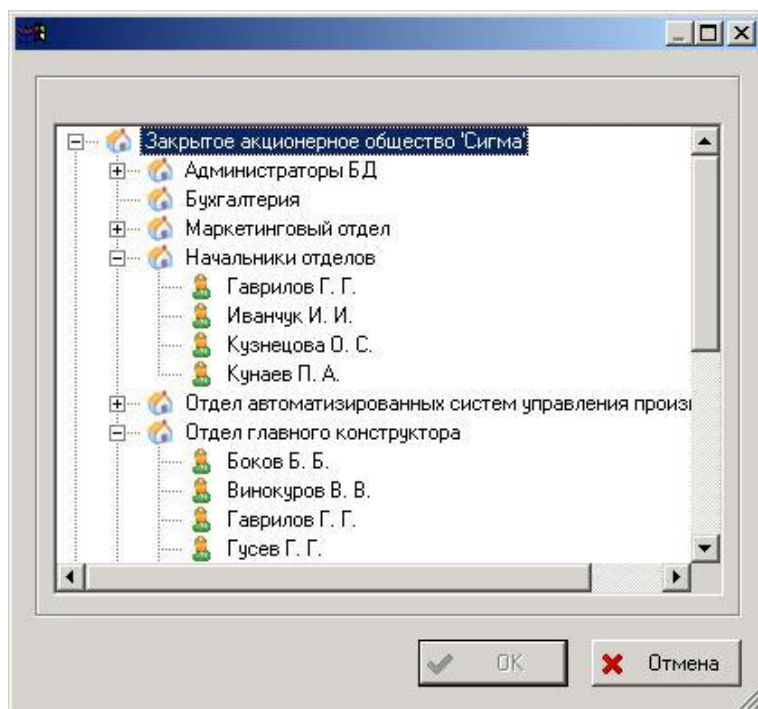

Рисунок 56. Диалоговое окно выбора сотрудника
- Поле «Сотрудник» - служит для выбора сотрудника, который является исполнителем работы. Для этого необходимо нажать на кнопку [...] справа от поля и в появившемся диалоговом окне (Рисунок 56) выбрать сотрудника.